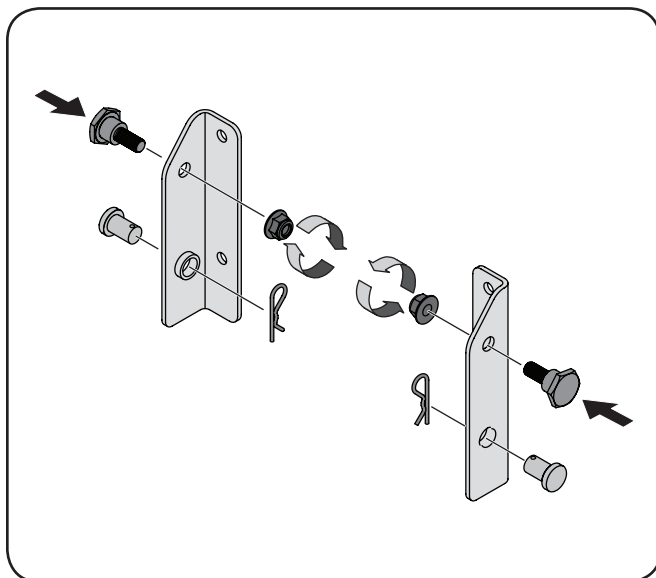
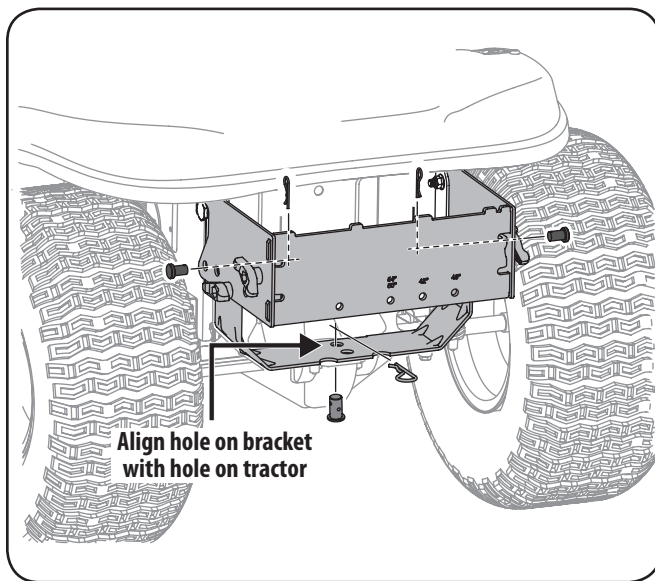

Figura 4-1
Figura 4-7
1. Instale un perno con reborde del paquete de elementos en cada ménsula, ajustándolos con las tuercas de seguridad con brida que también se encuentran en el paquete. Consulte la Figura 4-1.
2. Instale un pasadores de horquilla del paquete de elementos en cada ménsula, seguro con las trinquetes con brida que también se encuentran en el paquete. Consulte la Figura 4-1.
Nota: Instale dos pasadores de horquilla a través del conjunto de montaje y seguro a la serie 700 soportes de montaje instalados antes con clic en los pins previstas en el paquete de hardware. Refiérase a la Figura 4-1 y Figura 4-7 abajo.